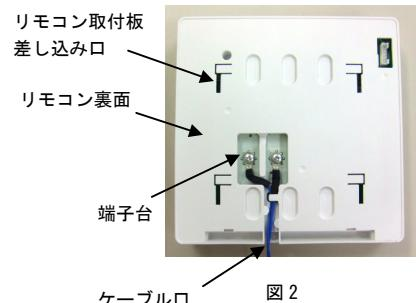

図 2 リモコン取付板 差し込み口 リモコン裏面 端子台 ケーブルロ
- リモコンコードを端子台に接続し、ケーブルロより引き出してください。（図 2）